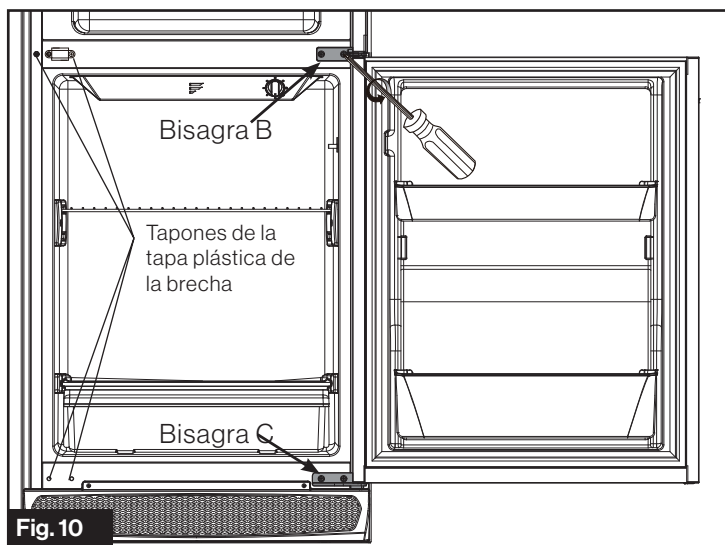

Fig. 10
- Quite los tornillos de fijación de la bisagra B y la bisagra C para desarmar la puerta del refrigerador. (Fig. 10)